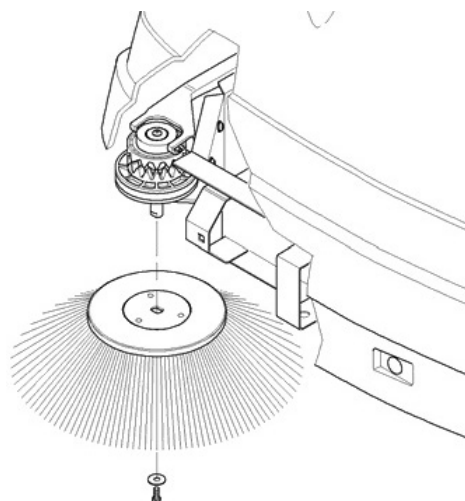

Fig. 2
- Așezați peria pe arbore (Fig.2).